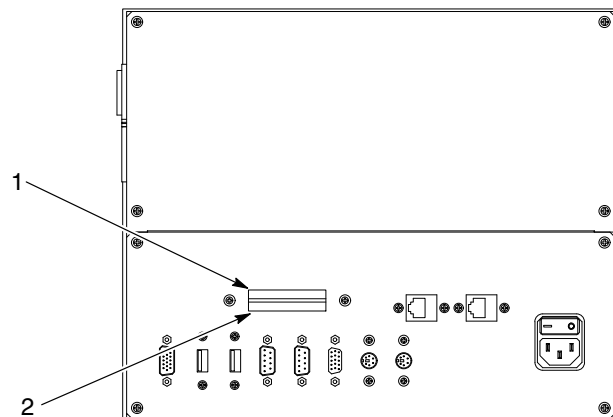

Рис. 3-10 Расположение карт пользовательских данных и программ
См. рис. 3-10. Слоты для карт памяти CompactFlash находятся с задней стороны ПК. На верхней карте (1) хранятся данные, а на нижней карте (2) – программы.